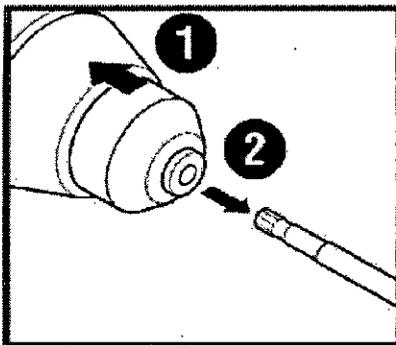

Figura 7. Extraer una hoja
2. Sujete la hoja o el adaptador de perforación y tire de él desde el extremo del mango (vea la Figura 7).